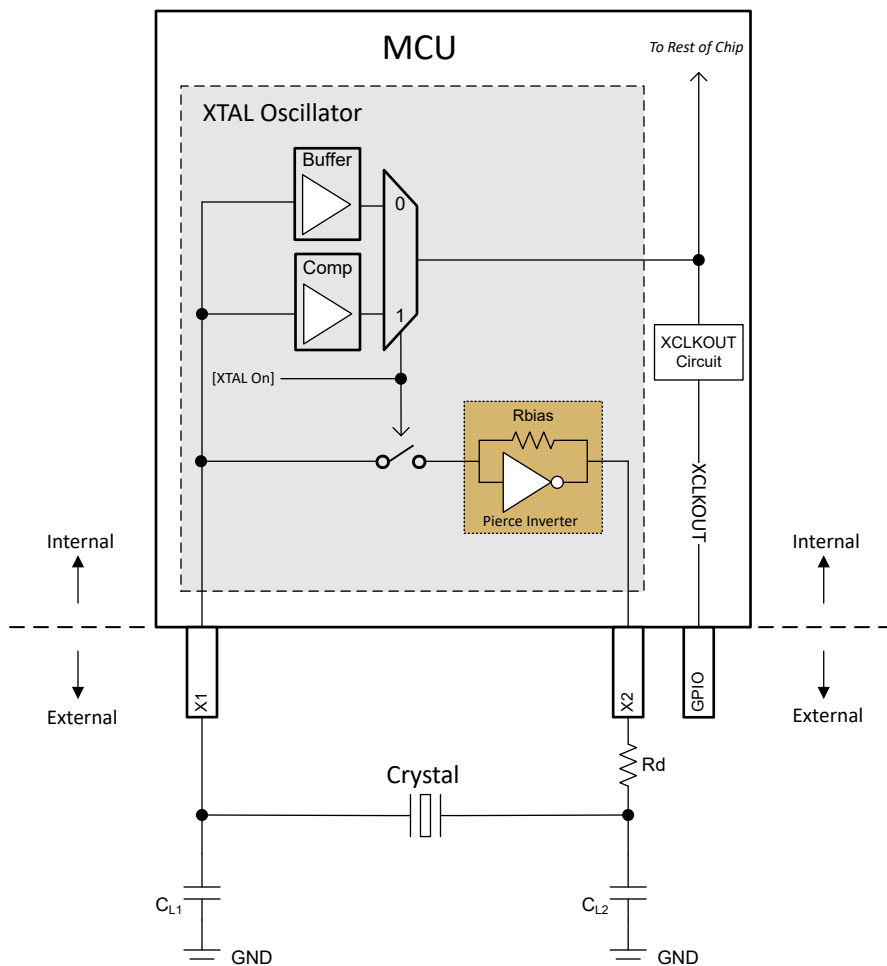

图 6-19. 电子振荡器方框图
该器件中的电子振荡器是皮尔斯振荡器。它是一个正反馈逆变器电路，需要一个调优电路才能振荡。当这个振荡器与一个兼容的晶体配对时，会形成振荡电路。该振荡电路在晶体的基频处振荡。在该器件上，由于分流电容器 (C0) 和所需的负载电容器 (CL)，振荡器被设计成在并联谐振模式下运行。图 6-19 所示为电子振荡器和振荡电路的元件。
根据图 6-19，CL1 和 CL2 是串联的；因此，要找到晶体看到的等效总电容，必须应用电容串联公式：如果  $CL1 = CL2$ ，只需计算  $[CL1]/2$  即可。